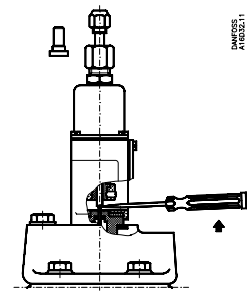

Fig. 4
Snavspartikler kan man forsøge at fjerne som vist på fig. 4. Stik en skruetrækker ind mellem pilotkeglens spindel (8) og trykstangen (4) Når skruetrækkeren vipkes, presses pilotkeglen nedad, og ventilen åbner for fuld kølevandsgennemstrømning gennem ventilen.
Undersøg om O-ringene trænger til at skiftes ud. Efter monteringen eller efter et eftersyn skal vandventilen skylles kraftigt igennem i nogle minutter for at fjerne evt. snavs fra rørledninger m.v. Se fig. 4.